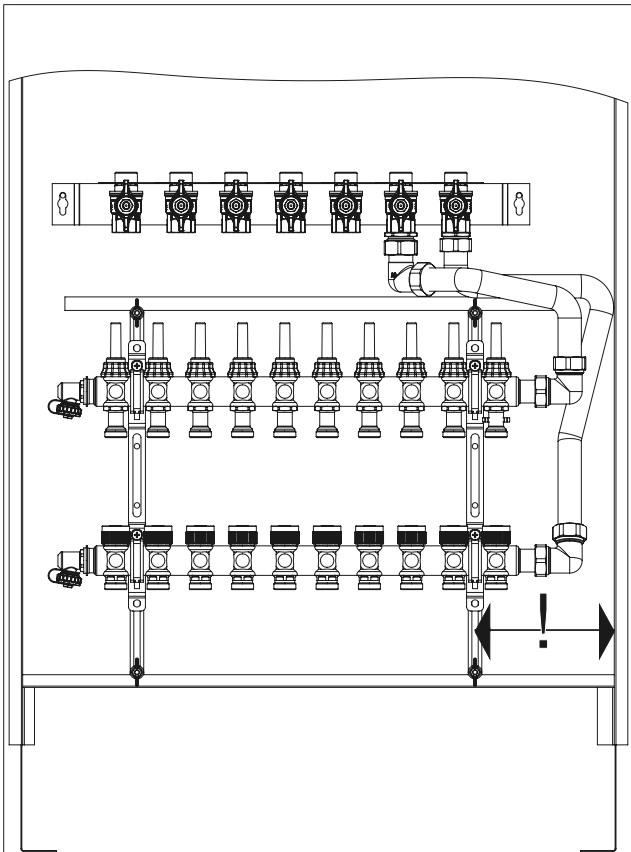

Fig. 7: Montage du distributeur/collecteur pour surfaces chauffantes
(1)	Écrou M6
(2)	Rondelle
(3)	Point de suspension de l'embase de la station d'appartement
(4)	Rondelle en caoutchouc (20 x 6 x 2 mm)
(5)	Point de fixation pour la station d'appartement dans le coffret pour pose encastrée (tige filetée)
**i** Le montage du distributeur/collecteur pour surfaces chauffantes se fait de droite à gauche (voir Fig. 7 en page 29).